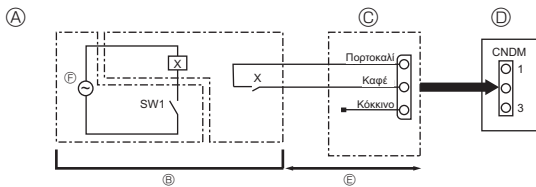

Fig. 10-1
10.1. Λειτουργία με χαμηλότερα επίπεδα θορύβου (επιτόπου τροποποίηση) (Fig. 10-1)